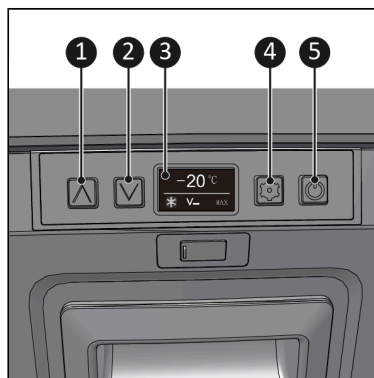

Figure 28.
1. Appuyez sur la touche ON/OFF (Figure 28, pos. 5) et maintenez-la enfoncée pendant 5 secondes.
1. Appuyez sur la touche « augmenter la température » ou « diminuer la température » (Figure 28, pos. 1 & 2) pour régler la température désirée.
1. Appuyez sur la touche de réglages (Figure 28, pos. 4) jusqu'à ce que °C ou °F clignote.
1. Appuyez sur la touche de réglages (Figure 28, pos. 4) jusqu'à ce que  $V_-$ ,  $V=$  ou  $V\equiv$  clignote.
1. Appuyez sur la touche de réglages (Figure 28, pos. 4) jusqu'à ce que MAX ou ECO clignote.
1. Éteignez l'appareil en appuyant sur la touche ON/OFF (Figure 28, pos. 5) et en la maintenant enfoncée pendant 5 secondes.